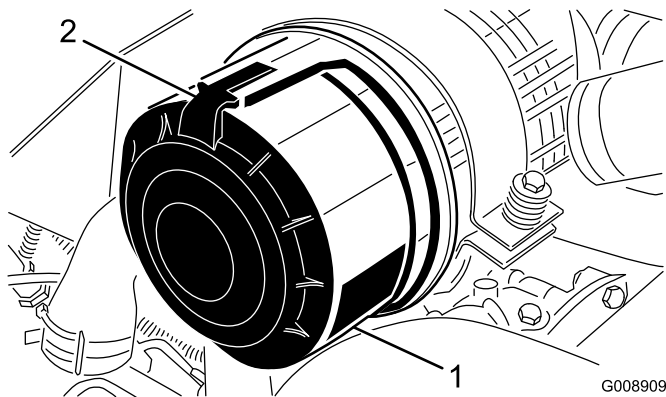

Figura 42
1. Liberte os trincos que fixam a cobertura do filtro de ar ao respectivo corpo (Figura 42).